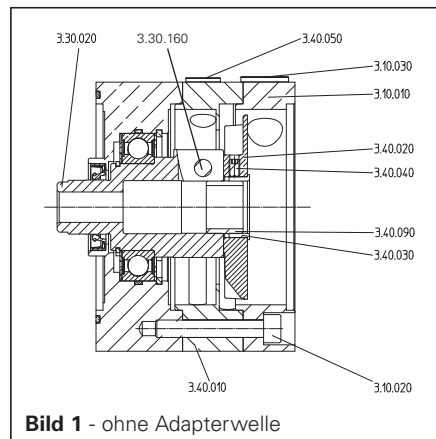

Bild 1 - ohne Adapterwelle
2.1 Lüftermontage für Getriebe ohne Adapterwelle (Bild 1)